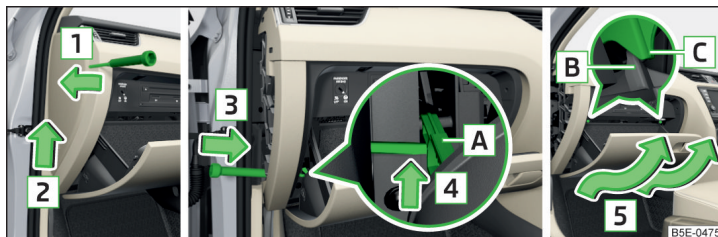

Fig. 220 Torpedoul de pe partea pasagerului față: Volanul pe dreapta
- Introduceți o șurubelniță sub capacul lateral » fig. 220.
- Introduceți tamponarele limitatoare B ale compartimentului de depozitare în spatele suporturilor C » fig. 220.